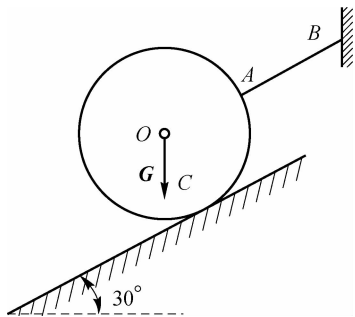

图 1-10
9. 如图 1-10 所示,重 $G=100\text{ N}$ 的球放在与水平面成 30° 角的光滑斜面上,并用与斜面平行的绳 AB 系住。试求绳 AB 受到的拉力及球对斜面的压力。